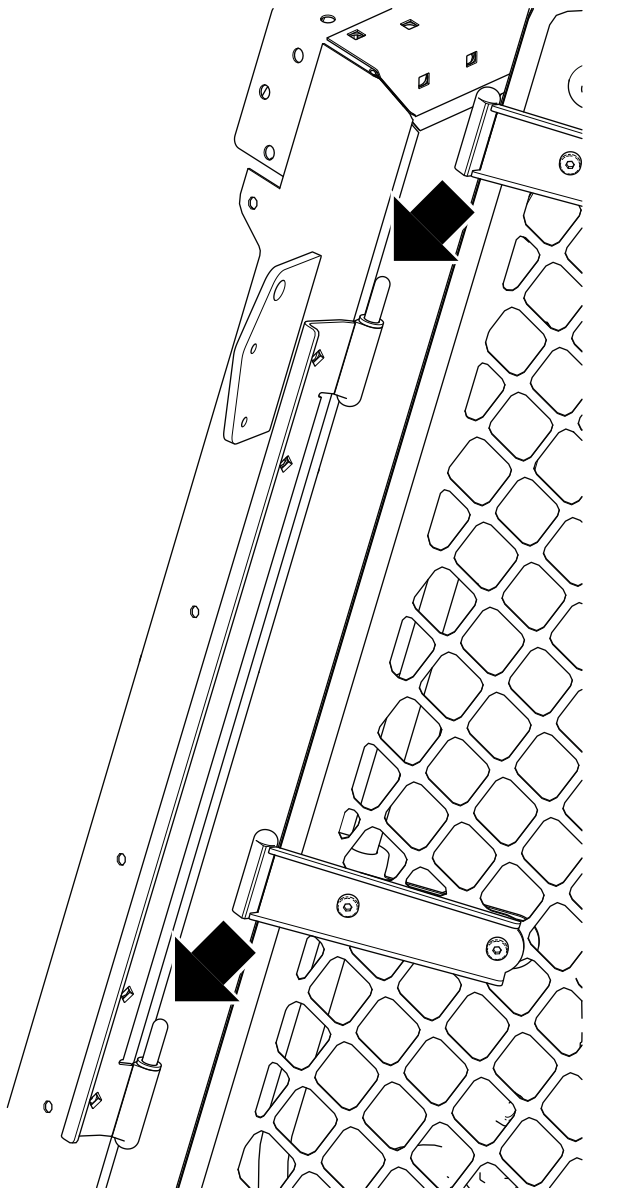

图6
7. 使用圆头螺丝 $\frac{5}{16} \times \frac{3}{4}$ 英寸和凸缘螺母 $\frac{5}{16}$ 英寸安装左门安装组件和右门安装组件 图4 和 图6。
9. 将铰链滑动到铰链销上安装两个门图6。